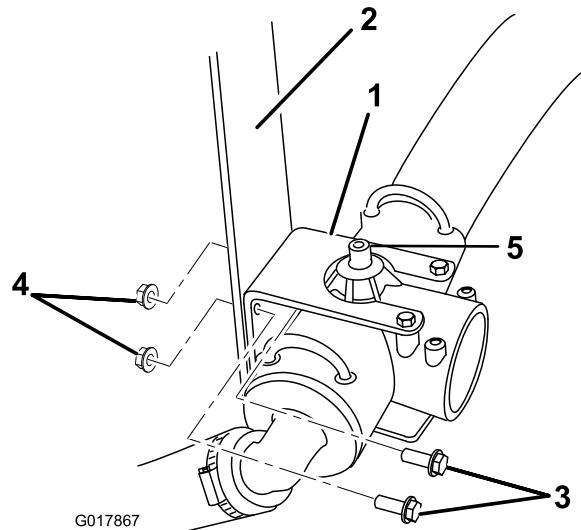

Figura 8
2. **Pulverizador Multi-Pro 1200 solamente:** Desconecte el tubo rojo pequeño del manómetro del acoplamiento verde situado en la parte superior del acoplamiento en T (Figura 8).
3. Retire los dos pernos y las dos tuercas que sujetan el acoplamiento en T y el soporte del acoplamiento en T al vehículo (Figura 8). Guarde estos herrajes para su uso futuro.